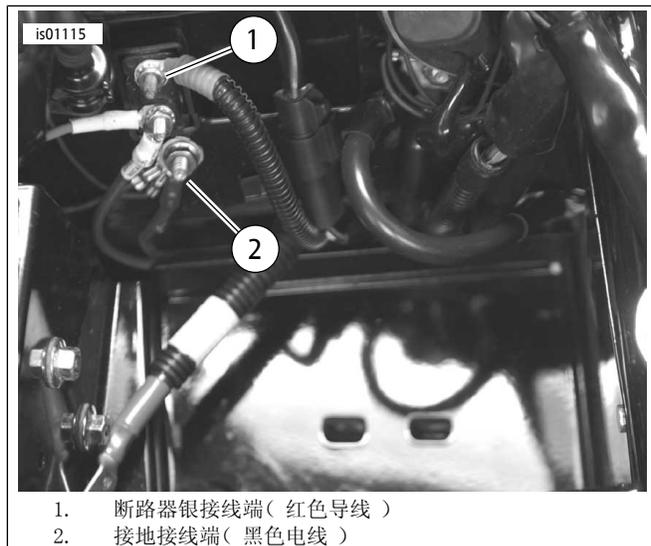

图5。连接(电池已拆下)-2003年款及之前的Touring车型(图示为2003 FLHTCU车型)
3. 参见图5。将加热手柄线束的黑色导线切短，以方便连接到接地螺柱(2)，接地螺柱位于座椅下方电池槽中的断路器下面。